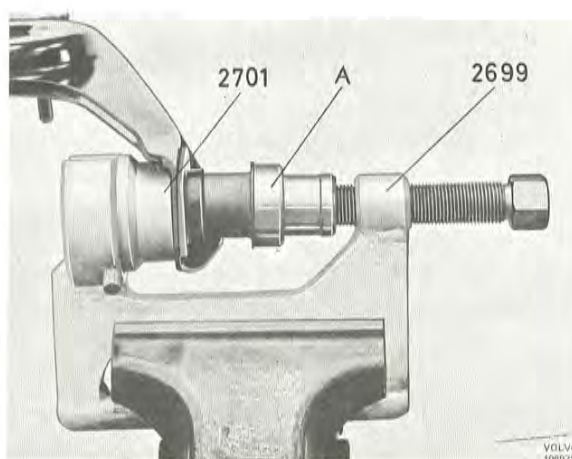

Bild 37. Montering av bussning, nedre länkkarm
2. Pressa i bussningarna med dorn 2705, 2904 eller 2905 beroende på utförandet av bussning och länkkarm. Dornen (A) vänds enligt bild 37 och liksom vid demontering används 2699 och 2701.